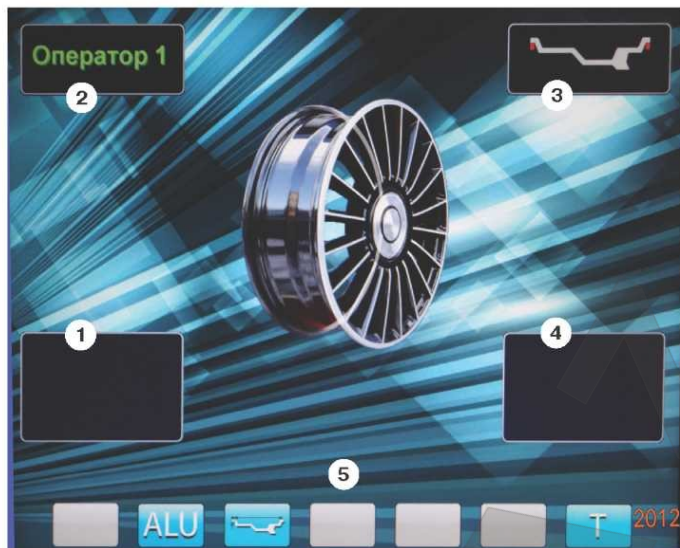
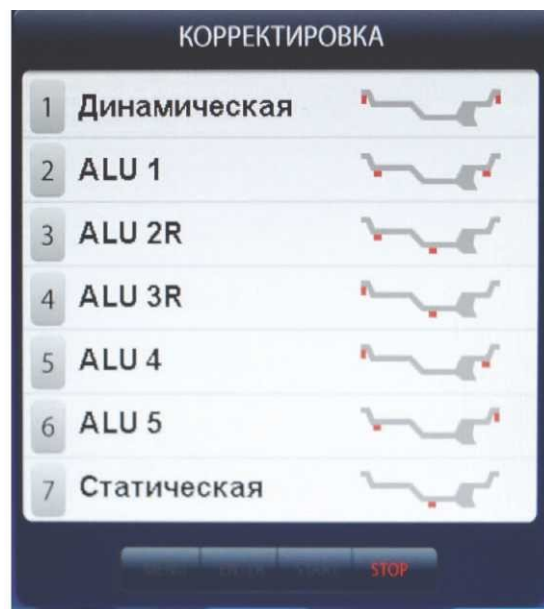

рис.8.2.
рис.11.3.
8.3. После включения питания СБ на экране монитора отображается фирменная заставка, которая через несколько секунд сменяется отображением экрана основного рабочего режима (рис. 8.2).
Для выбора схем расположения грузов в программах ALU1-ALU5 необходимо, находясь в режиме основного рабочего экрана, нажать кнопку «ALU», при этом открывается окно схем установки грузов, отмеченных номерами рис.11.3. Если после введения размеров колеса установился экран ввода геометрических параметров, необходимо перейти в экран основного рабочего режима нажатием кнопки «STOP». Для выбора нужной схемы нажмите кнопку верхнего ряда клавиатуры с соответствующим номером. Выбранная схема установки грузов отображается в окне 3 экрана основного рабочего режима (рис. 8.2).
12.2. При включении СБ программа измерения дисбаланса настраивается таким образом, что дисбаланс менее 8 г (заводская установка) на любой плоскости коррекции не показывается, в этом случае в окнах 1 и 4 (рис. 8.2) высвечиваются «ОК». Минимальный дисбаланс отображающийся в окнах 1 и 4 равен 8 г. Дисбаланс, превышающий 8г, округляется до величины кратной 5, т. е. дисбаланс 9, 10, 11 и 12 г отображается цифрой 10, дисбаланс 13, 14, 15, 16 и 17 г - цифрой 15 и т. д. Для просмотра неокругленного значения дисбаланса или дисбаланса менее 8г. необходимо нажать кнопку «<>», при этом в